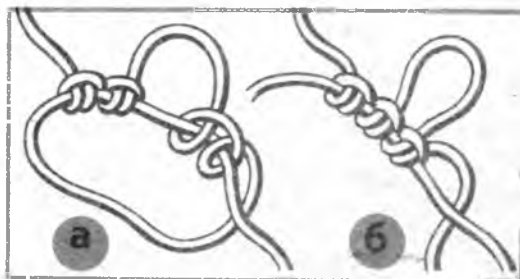

Рис. 14. Плетение пико
**Выполнение пико.** Если при выполнении ряда узлов следующий узел сплести на некотором расстоянии от предыдущего (рис.14,а), а затем узлы сдвинуть, скользя по ведущей нити, то между узлами образуется петелька (рис.14,б). Эта петелька называется «пико». Размеры пико могут быть разными и определяются узором и назначением. Такие петельки украшают узор, придавая ему легкость и ажурность. Кроме того, с помощью пико сцепляют друг с другом отдельные элементы узора.